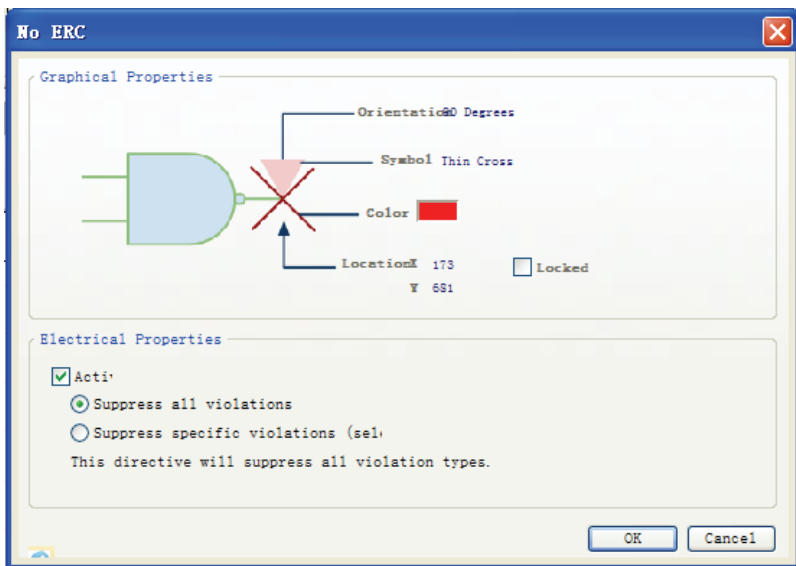

图 7-27 No ERC 标志属性设置对话框
(1) 在放置状态时，按 **Tab** 键或双击已放置的 No ERC 标志红“×”号，弹出 No ERC 标志属性设置对话框，如图 7-27 所示。